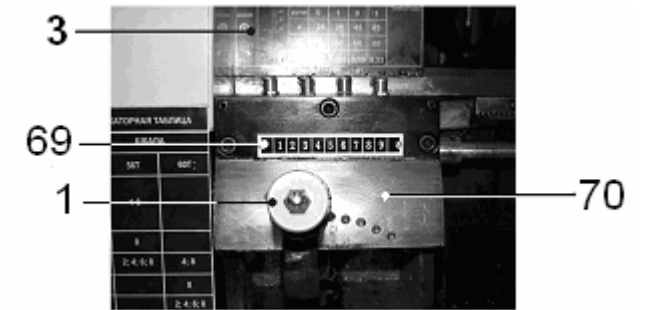
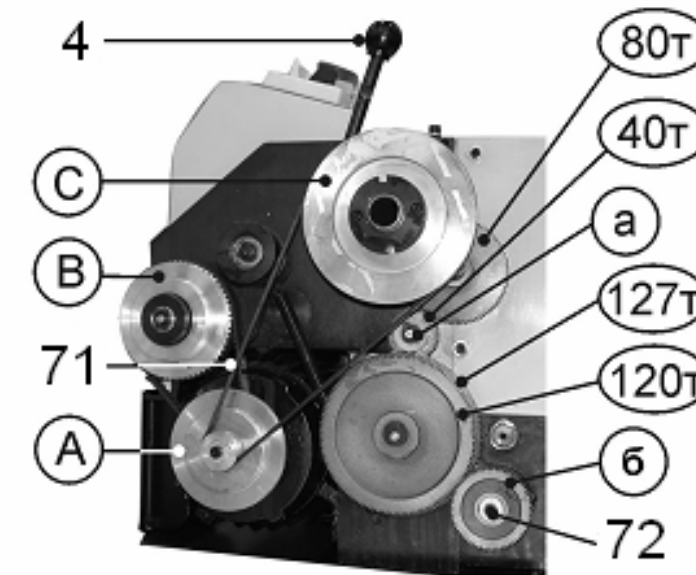

Рис. 19
Рис. 20
10.4.4. Станок оборудован коробкой скоростей (70) автоматической подачи в диапазоне от 0,12мм. До 0,33мм. За один оборот шпинделя (см. таблицу 2 или наклейку (3)), Рис.19.
10.4.5. Откройте защитный кожух гитары (2), как указано в п.9.3.2. По таблице 2 или наклейке (3) установите необходимые шестерни (а) и (б), Рис.20, закройте кожух гитары (2), п.9.3.2.
10.4.6. Пользуясь таблицей 2 или наклейкой (3), **при включенном станке**, перемещайте рычаг (1) переключения скорости автоматической подачи, Рис.19. Можно менять скорость автоматической подачи. Например, при установке шестерен a=28Т и б=60Т, Рис.20, в положении 9 рычага (1) переключения скорости автоматической подачи по шкале (69) – скорость подачи равна 0,12мм на один оборот шпинделя. При установке рычага (1) переключения скорости автоматической подачи в положение 1 по шкале (69) – скорость подачи равна 0,21мм на один оборот шпинделя и т.д., Рис.19.
При каждом перемещении рычага (1) переключения скорости автоматической подачи, необходимо рычаг натяжения ремня (4) привести в крайнее положение от себя, Рис. 20.
10.5.2. Переставляя клиновой ремень (71) на шкивах А,В,С в положения 1,2,3 согласно таблице 3, можно ступенчато изменять скорость вращения шпинделя – 100; 250; 350; 500; 900 и 1800 об/мин., Рис.20, (А,В,С - шкивы). Например, при установке клинового ремня (71) на шкивах В,С в положении 1 – скорость вращения шпинделя равна 100 об/мин., а в положении 3 - скорость вращения равна 500 об/мин. и т.д., Рис.20.
10.6.4. Комбинации использования шестерен для нарезания резьбы см. в таблице 4 и Рис.20.
1. См. Рис. 20
2. См. Рис. 20
Рычаг переключения скорости автоматической подачи (1), Рис.19, в положении 7
10.6.5. Выкрутите крепежный болт (72), закрепляющий шестерню (б) и снимите стопорную шайбу шестерни (а), Рис.20.
10.6.6. Осторожно снимите шестерни, чтобы сохранить на месте шпонки на валах и установите необходимые шестерни (а) и (б), как показано на **схеме сборки узла настройки**. Количество зубьев на каждой шестерне промаркировано. Установите крепежный болт (72) шестерни (б) и стопорную шайбу шестерни (а), Рис.20.